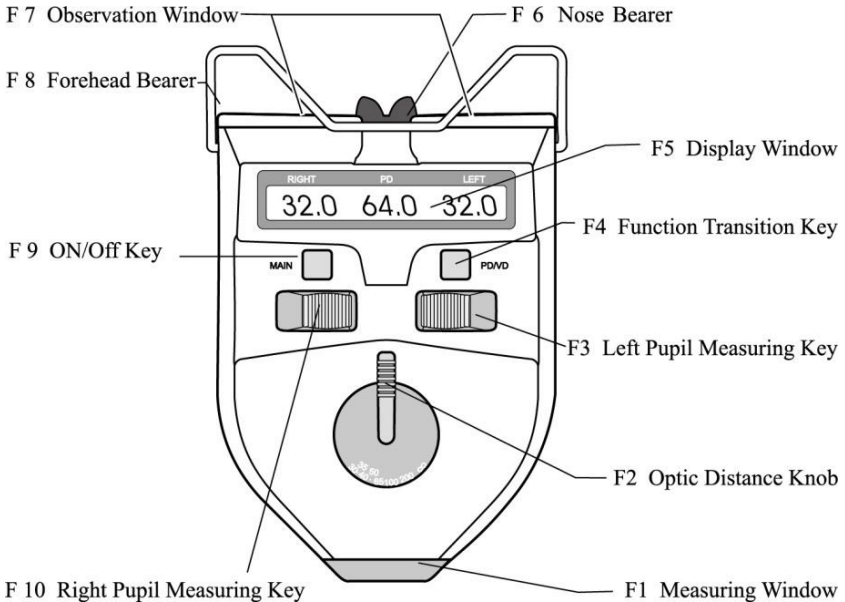

Abb.1
e. Um die Pupillendistanz bei verschiedenen optischen Entfernungen zu messen, drehen Sie bitte zuerst den optischen Entfernungsknopf (wie in Abb. 1 Nr. 3 gezeigt) auf Ihre optischen Entfernungen und führen Sie dann Ihre Messung durch. Dieses Gerät stellt verschiedene optische Entfernungspositionen wie 30 cm, 35 cm, 40 cm, 50 cm, 65 cm, 1 m, 2 m und ein.